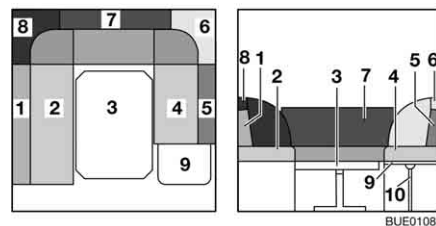

Fig. 98 Pendant la transformation
- Insérer le support (Fig. 98,10) dans le logement de la rallonge du coffre de banquette.
- Retirer les coussins de dossier (Fig. 98,1, 5, 6, 7 et 8) et les placer de côté.